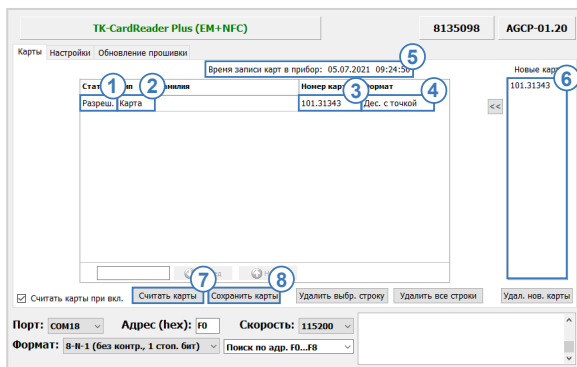

Рис.17. Вкладка «Карты»
1. Вручную. Для этого необходимо в пустой строке таблицы (на вкладке «Карты») нажать клавишу Enter. Некоторые поля таблицы будут заполнены значениями по умолчанию. Далее необходимо ввести в поле «Номер карты» списка (Рис.17, п.3) идентификатор нужной карты и заполнить следующие поля таблицы:
- **«Статус»** карты: разрешен или запрещен. Если считан номер карты, имеющий статус «Запрещен», то эта карта игнорируется (Рис.17, п.1);
- **«Тип»** позволяет выбрать особенность идентификации: разовым контактом - **«Брелок»** или длительным удержанием (установкой в держатель карты) при условии выбора - **«Карта»** (Рис.17, п.2).
- **«Формат»** отображения номера карты. Доступны следующие настройки: «Десятичный», «Шестнадцатеричный», «Десятичный с точкой» (Рис.17, п.4);
После ввода всей необходимой информации о карте для записи ее в считыватель необходимо нажать кнопку «Сохранить карты». Далее в любой момент при нажатии на кнопку «Считать карты» вверху таблицы будет показана дата и время последней записи (Рис.17, п.5).
Для записи измененного списка карт в считыватель, нажмите кнопку «Сохранить карты» (Рис.17, п.7).